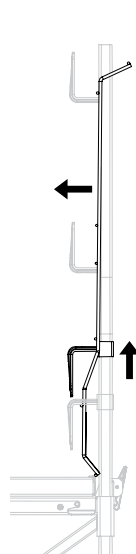

Fig. A12.02b
2. Relever la fixation de plinthe bois (3.3) du montant de garde-corps MXK (3). (Fig. A12.02b)
4. Tirer la barrière de protection grillagée PMB 90 (18) vers les étriers supérieurs (3.2) et l'extraire vers le haut. (Fig. A12.02b + 12.02c)
7. Pousser vers le haut la fixation de plinthe bois (3.3) du montant de garde-corps MXK (3). (Fig. A12.02b)